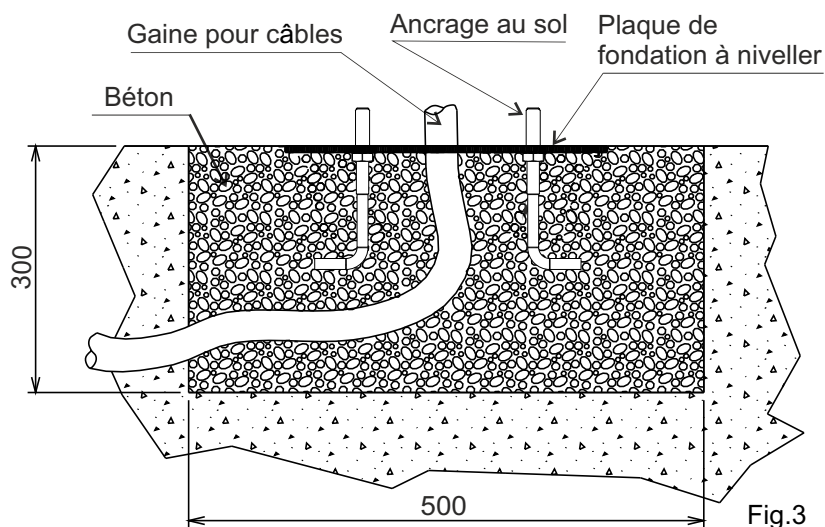

Fig.3
- Remplir la tranchée avec béton R425 et positionner la plaque de fondation comme dans Fig. 3.